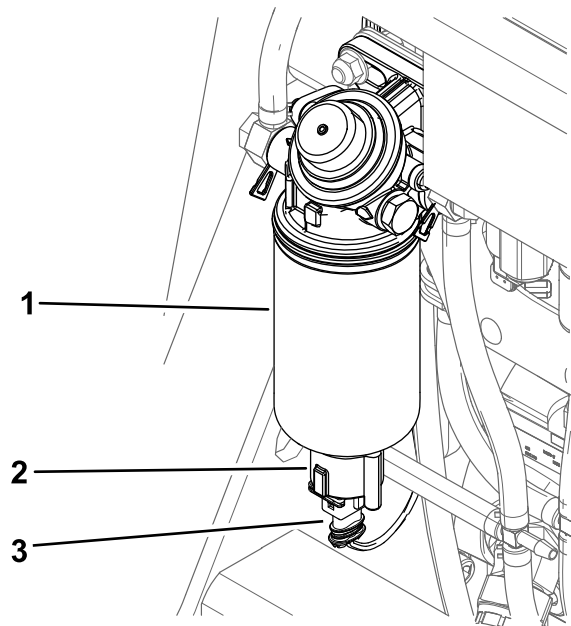

Figura 54
6. Desconecte el arnés de cables del separador de agua (Figura 54).
7. Desenrosque el interruptor de la parte inferior del cartucho del filtro y deje que se vacíe el agua (Figura 54).
8. Instale el interruptor (Figura 54).
9. Conecte el arnés de cables al interruptor (Figura 54).
6. Desenrosque el interruptor y vacíe el separador de agua (Figura 54).